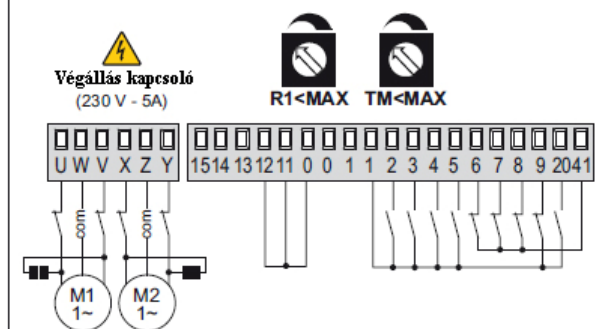

Fig. 5.2
- (Fig. 5.2) Az ajtószárnyak nekimennek a végállás kapcsolóknak, és van akadályérzékelés.